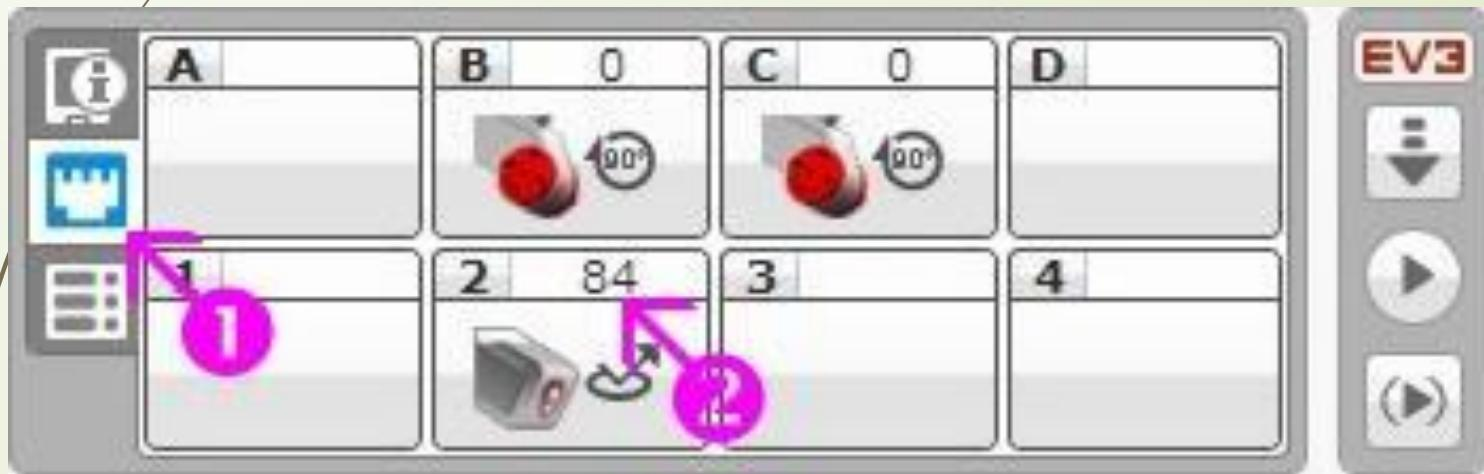
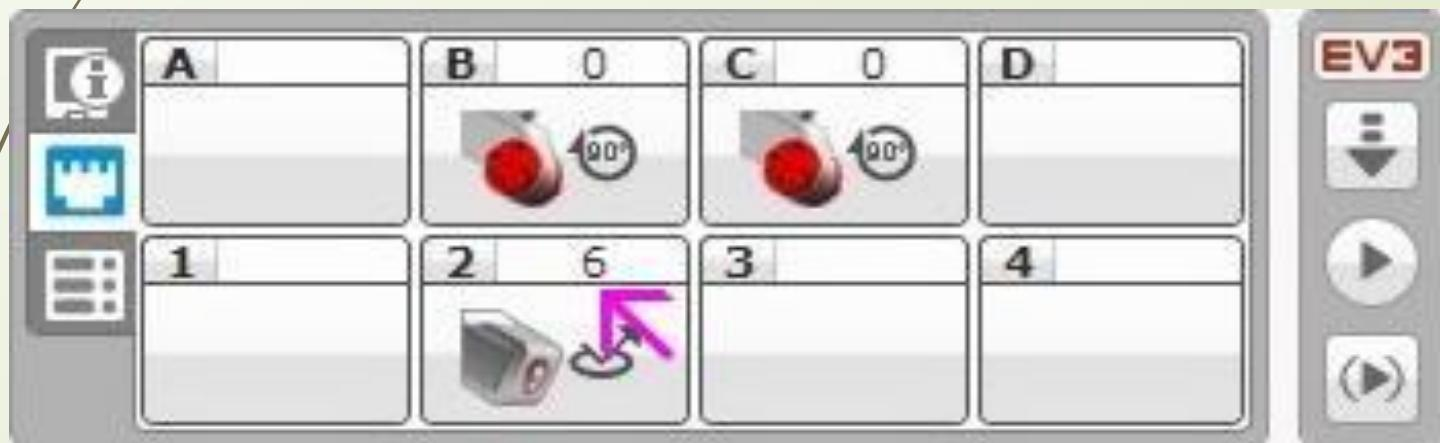

Рис. 10
Рис. 12
- Установим робота, таким образом, чтобы датчик цвета расположился над белой поверхностью. "**Страницу аппаратных средств**" среды программирования переключим в режим "**Просмотр портов**" (**Рис. 10 поз. 1**). В этом режиме мы можем наблюдать все выполненные нами подключения. На **Рис. 10** отображено подключение к портам "B" и "C" двух больших моторов, а к порту "2" - датчика цвета.
□ На Рис. 10 поз. 2 мы видим, что значение показания датчика цвета над белой поверхностью равно **84**. В вашем случае может получиться другое значение, ведь оно зависит от материала поверхности и освещения внутри помещения: часть освещения, отражаясь от поверхности, попадает на датчик и влияет на его показания. Установив робота таким образом, чтобы датчик цвета расположился над черной полосой, зафиксируем его показания (**Рис. 12**).